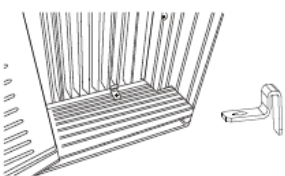
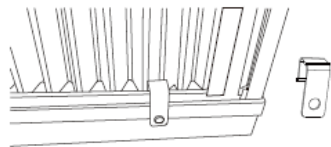

Fig. 7A
Fig. 7B
A. Placez le verrou de cadre entre les extensions du cadre et l'appui de fenêtre, comme indiqué (Fig. 7A pour les fenêtres en bois), (Fig. 7B pour les fenêtres à revêtement en vinyle).